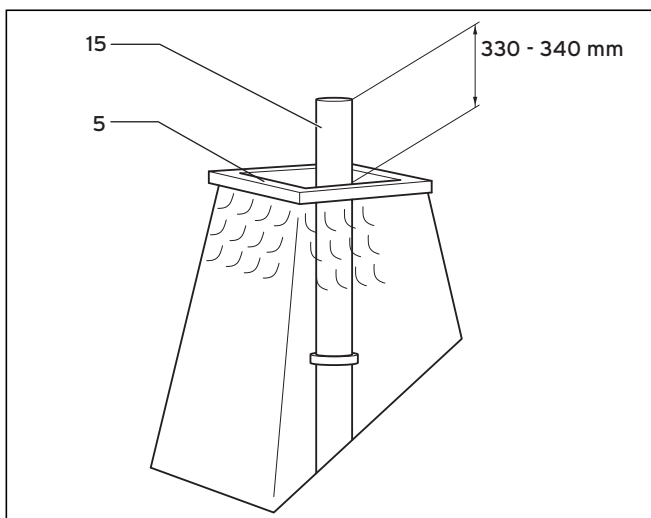

Abb. 5.44 Edelstahl-Rohr kürzen
- Kürzen Sie das Edelstahl-Rohr (**15**) gemäß Abb. 5.44.